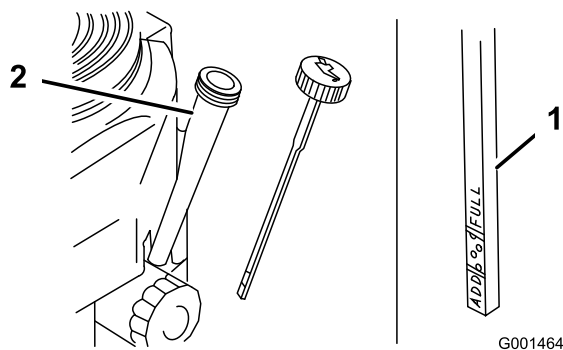

Figura 35
4. Pulite attorno all'asta di livello (Figura 35) in modo che la morchia non possa penetrare nel foro di rifornimento e danneggiare il motore.
5. Svitare l'asta di livello dell'olio e pulitene l'estremità (Figura 35).
6. Inserite a fondo l'asta di livello nel tubo di rifornimento, senza avvitare (Figura 35).
8. Versate lentamente nel tubo di rifornimento (Figura 35) l'80% circa dell'olio indicato.